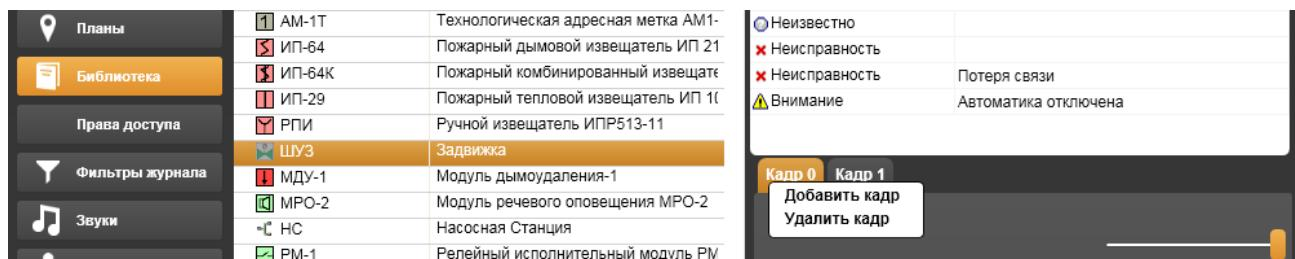

Рисунок 14.8.3 – Добавление кадра анимации
– Импорт из **.svg** открыть окно ОС Windows, найти файл с рисунками и, щелкнув на кнопке **Открыть** переместить выбранный рисунок в рабочую область. Далее, поместив указатель на закладку **Кадр 0** и щелкнув вспомогательной клавишей, выбрать из открывшегося контекстного меню функцию **Добавить кадр** (Рисунок 14.8.3), появится новое поле под закладкой **Кадр 1**. Во вновь созданное поле следует поместить следующий рисунок способом, описанным выше.